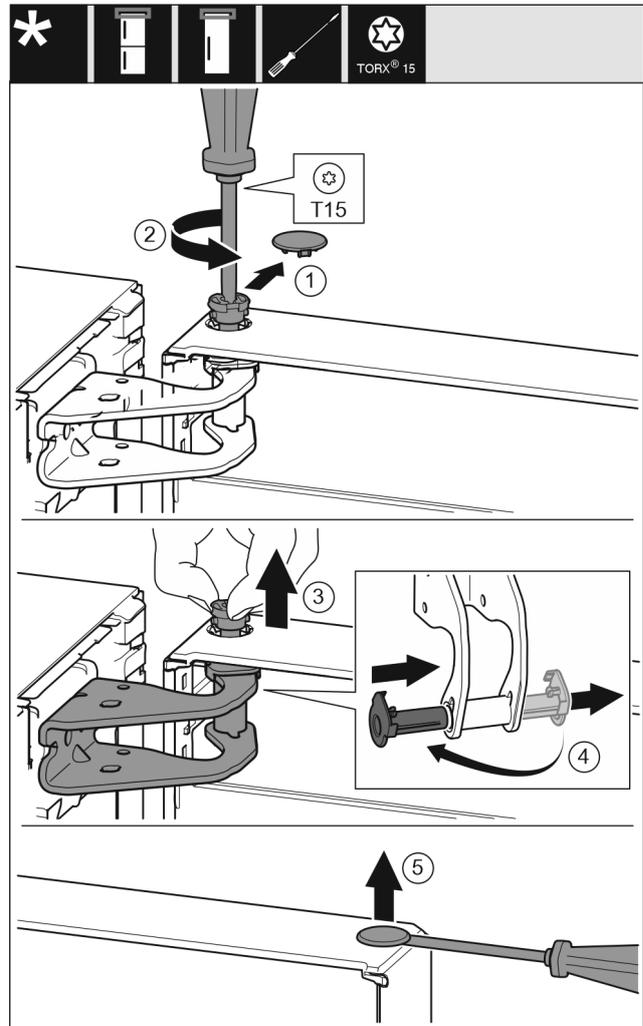

Fig. 6
- ▶ Sicherungsabdeckung vorsichtig abziehen. Fig. 6 (1)
- ▶ Bolzen mit Schraubendreher T15 ein Stück herausdrehen. Fig. 6 (2)
- ▶ Tür festhalten und Bolzen mit den Fingern herausziehen. Fig. 6 (3)
- ▶ Lagerbuchse aus Führung ziehen. Von der anderen Seite einsetzen und einrasten. Fig. 6 (4)
- ▶ Stopfen aus der Tür Lagerbuchse vorsichtig mit einem Schlitzschraubendreher anheben und herausziehen. Fig. 6 (5)